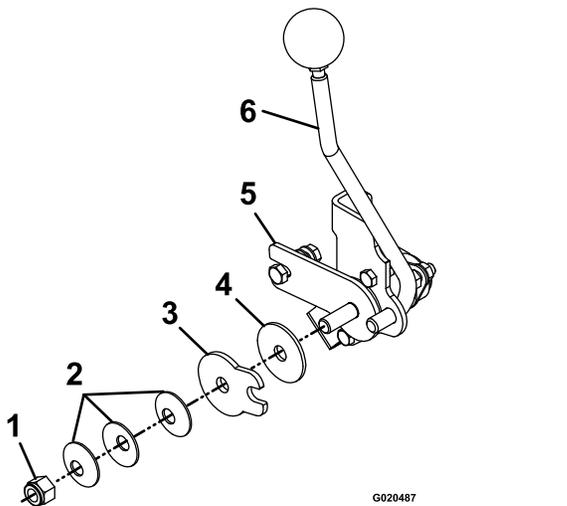

Bild 62
3. Stellen Sie zum Anpassen der Spannung die Drehmutter ein, die sich am Ende der Fahrtriebelschwelle vor dem rechten Bedienfeld befindet (Bild 62).